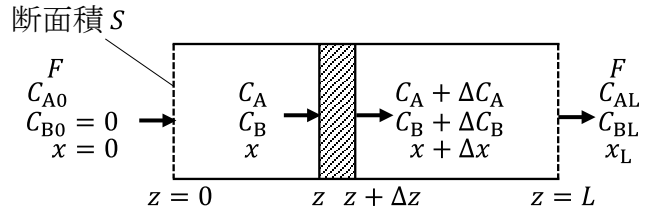

図 5 管型プラグフロー反応器
式(1)で示される反応を管型反応器 (図 5) で行う. 順反応, 逆反応ともに 1 次反応であり, それぞれの反応速度は式(2), (3)で表される.